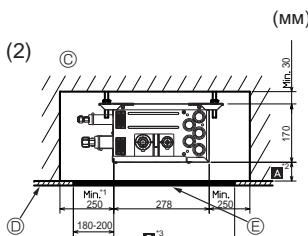
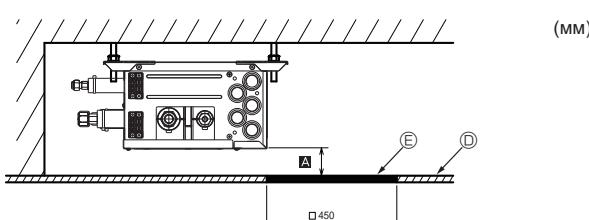

Fig. 4-7
Fig. 4-8
(2) Вид сбоку (Fig. 4-7, Fig. 4-8)
В случае " 450" подготовьте отверстие для техобслуживания со стороны печатной платы (как показано на Fig. 4-7), при этом в качестве расстояния Ⓑ необходимо "минимум 300 мм".